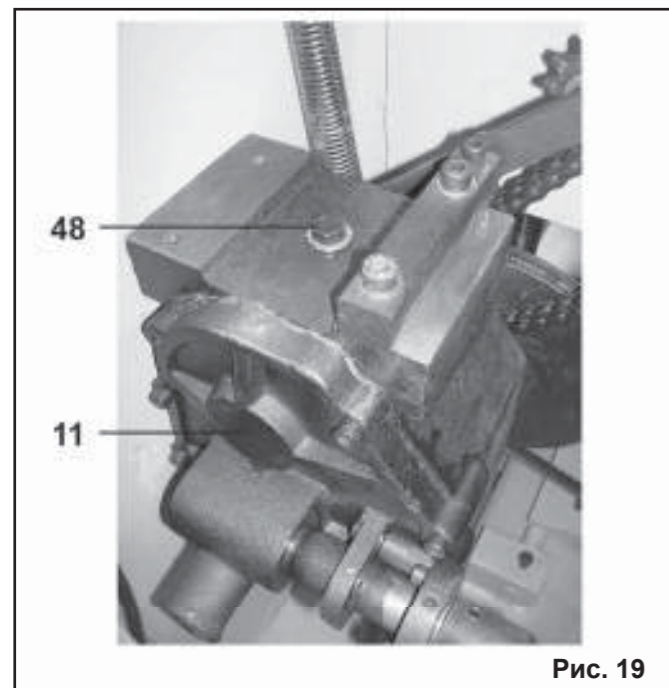
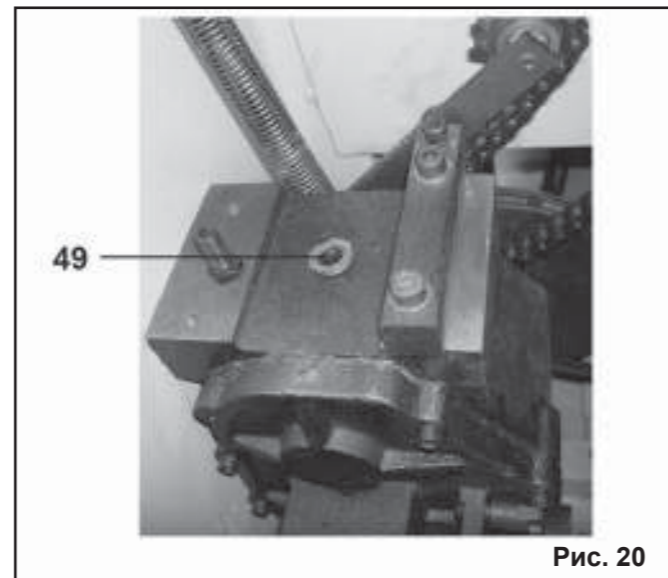

Рис. 19
Рис. 20
10.6.1. Выкрутите пробку (48), Рис. 19, проверьте наличие масла в коробке передач (11) через отверстие (49) (Рис. 20). При необходимости долейте через от-